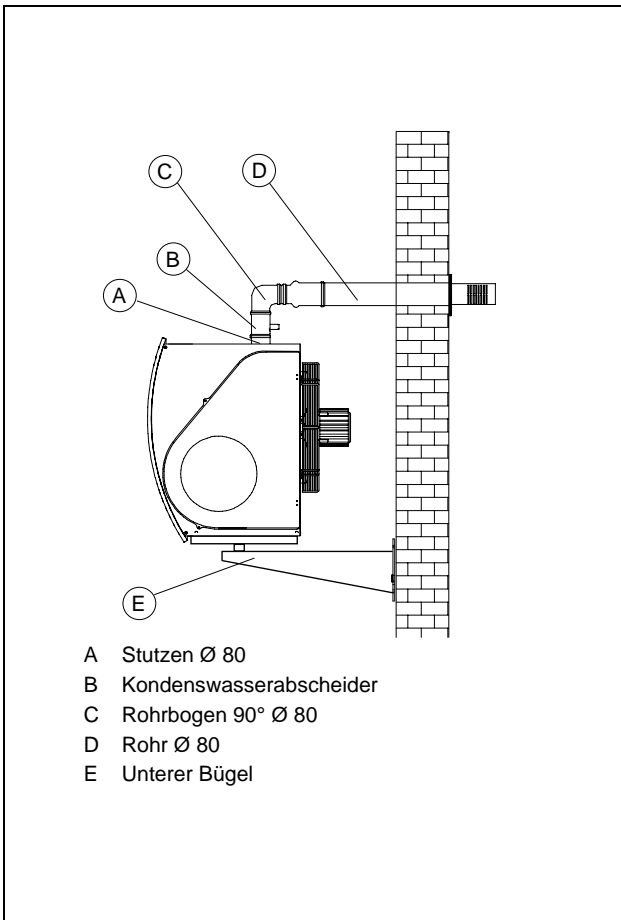
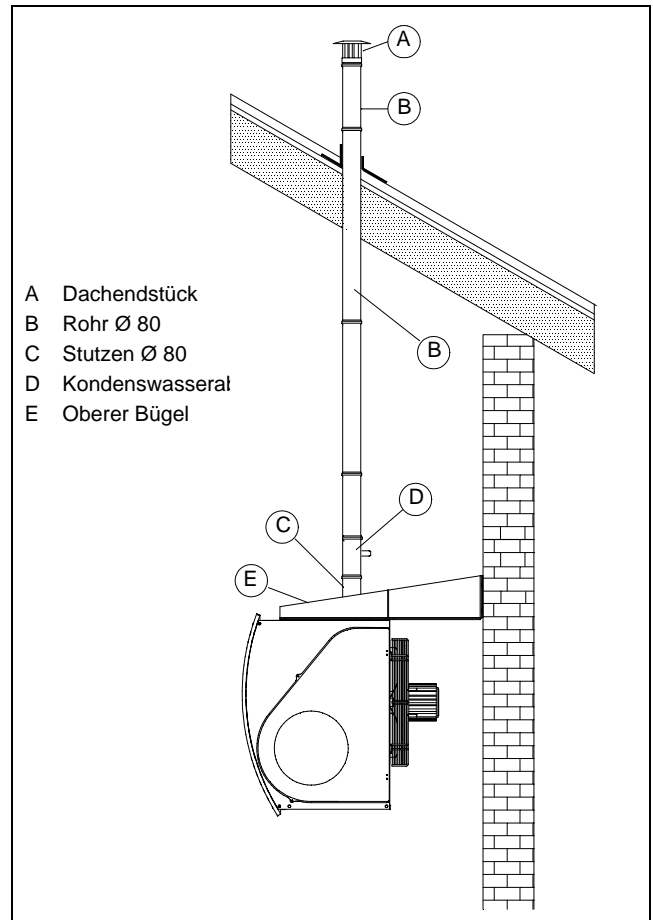

Abb. 7 – INSTALLATION TYP B23 MIT RAUCHABLEITUNG DURCH WAND
Abb. 8 - INSTALLATION TYP B23 MIT RAUCHABLEITUNG ÜBER DACH
- Installation Typ **B23**: Die Verbrennungsluft wird dem Raum entnommen und die Abgase werden über eine horizontale oder vertikale Leitung nach außen abgeführt. Das Gerät ist also nicht hermetisch dicht im Raum installiert (siehe Abb. 7 und Abb. 8).
Die maximalen Längen von Zuluft- und Abgasleitung für die ausgeführten Installationstypen sind in Tabelle 4 angeführt. Die Längenangaben sind UNVERBINDLICHE und gelten für Standardinstallationen mit gerade verlaufender Luft- und Abgasleitung, wie auf Abb. 7, Abb. 8, Abb. 9, Abb. 10 und Abb. 11.
Auf der Abgasleitung muss **IMMER** ein Kondenswasserabscheider installiert werden (siehe Pos. D Abb. 8), der als Zubehör bestellt werden kann (Art.Nr. O-SCN000).
Für einen einfacheren Anschluss der Rohre an das Gerät bietet Robur als Zubehör ein „Set Zuluft-/Abgasleitungen“ (Art.Nr. O-SCR010) mit 2 Stutzen Ø 80 mit Abgas-/Luftentnahmeelement (siehe Pos. C Abb. 8) und Dichtung an.